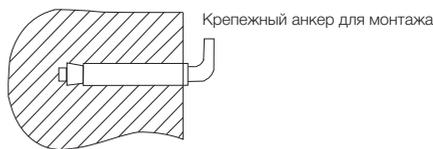

Рис. 2
2. После выбора места монтажа определите места под два крепежных болта с крюками (в зависимости от спецификаций выбранного изделия). Прodelайте в стене два отверстия необходимой глубины с помощью сверла размером, соответствующим размеру крепежных болтов, вставьте винты, поверните крюк вверх, плотно затяните гайки, а затем установите на него электрический водонагреватель (см. рис. 2).